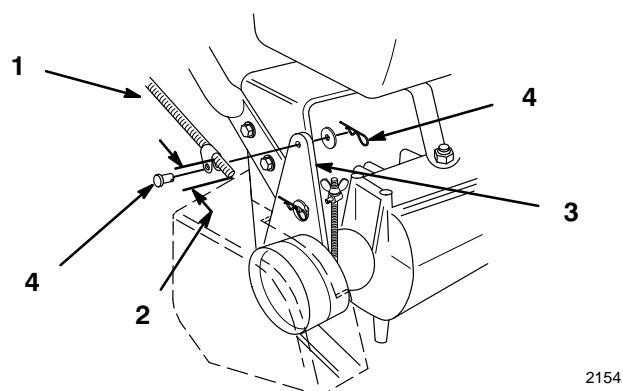
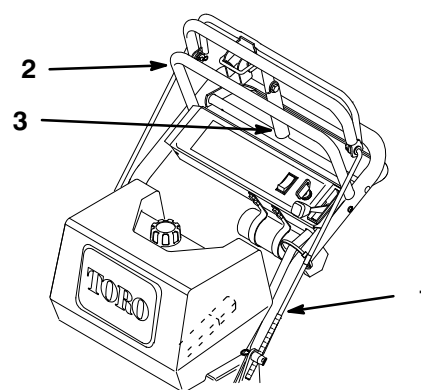

Abbildung 7
Abbildung 8
1. Auf jede Stange ein Anschlußstück auf eine Höhe von ca. 51 mm (2") hochschieben (Abb. 7) oder so weit, bis der obere Fahrtriebshebel (Abb. 8). ungefähr senkrecht zum Boden ausgerichtet ist.
2. Die Enden der Anschlußstücke an die Befestigungsbohrungen in der Halteplatte (von außen) mit Sicherungsstift, Unterlegscheiben und Sicherungssplinten befestigen (Abb. 7).
3. Den Abstand zwischen dem oberen Fahrtriebshebel und dem oberen Holm kontrollieren, wenn die Radantriebsriemen ganz eingekuppelt sind. Der Abstand sollte etwa 25–32 mm (1- 1 1/4") betragen (Abb. 8).
5. Die Bremsstangen sollten so eingestellt werden, daß der Bremshebel eng an den oberen Holm hochgeschwenkt werden kann, während gleichzeitig der obere Fahrtriebshebel nach hinten gezogen wird (Abb. 8).